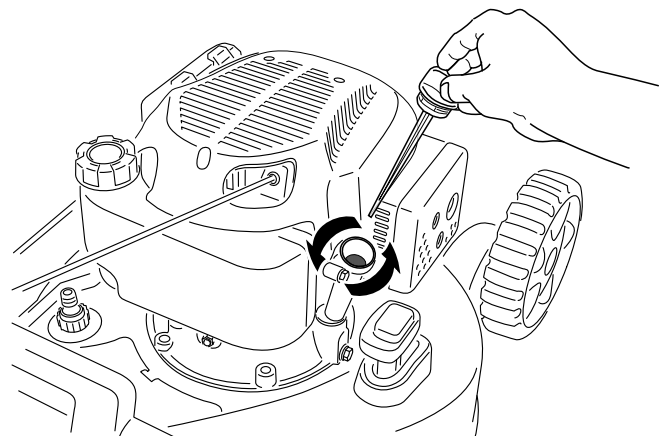

Figura 26
3. Retire la varilla girando el tapón en el sentido contrario a las agujas del reloj y tirando del mismo (Figura 26).
4. Ponga la máquina de lado (de modo que el filtro de aire quede hacia arriba) para drenar el aceite usado a través del tubo de llenado de aceite (Figura 26).